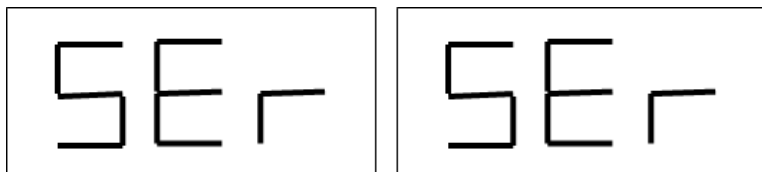

Рис. F9.1. Режим СЕРВИС включен
2. Нажмите [F+P3]. Стенд перейдет в сервисный режим и отобразит сообщение SER SER. См. рис. F9.1.